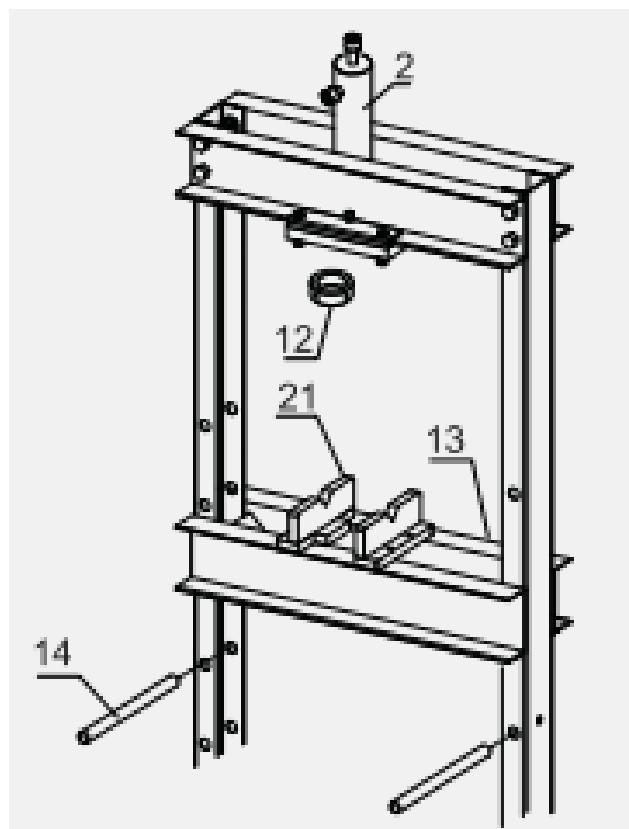

Рисунок 6.
6. Закрепите цилиндр (2) используя большую гайку (12). Вставьте оси траверсы (14) в отверстия в опорных стойках на одинаковой высоте. Поместите траверсу (13) между опорными стойками, как показано на Рисунке 6, затем опустите её на оси траверсы. Траверса должна встать горизонтально между опорными стойками. Уложите плиты-призмы (21) на траверсу. См. Рисунок 6.,